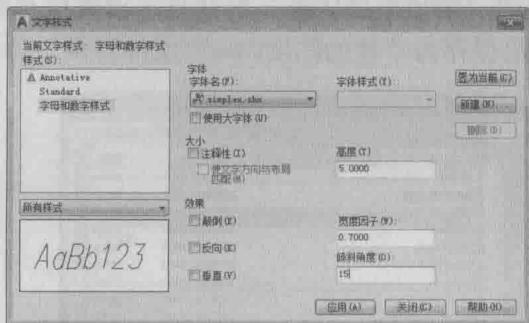

图 1-16 创建“字母和数字样式”
3. 单击“确定”按钮，返回“文字样式”对话框。在“字体名”下拉列表中选择 simplex.shx 选项，在“高度”文本框中输入 5，在“宽度比例”文本框中输入 0.7，在“倾斜角度”文本框中输入 15，如图 1-16 所示，单击“应用”按钮。